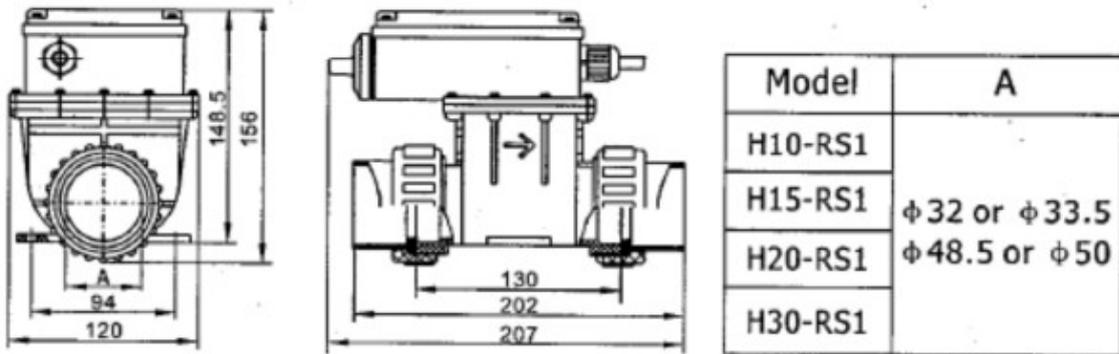

Fig.1
**a.** Le chauffage doit être installé horizontalement. Les dimensions et la position du dispositif de chauffage pour le maintien et la fixation sont indiquées sur la Fig. 1.